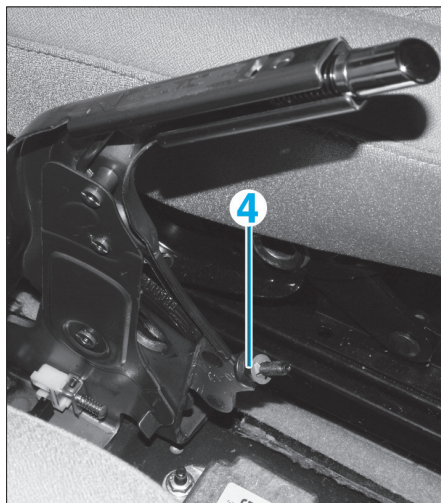

Fig. 20
- Régler l'écrou de réglage de câble de frein de stationnement (4) jusqu'à ce que la clé Allen tombe d'elle-même (Fig.20).